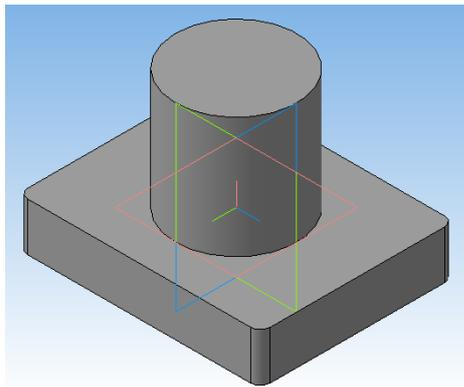

Рис. 4
9. Затем операцией **Выдавливание**  достраиваем окружность до цилиндра, задав **Обратное направление**  и расстояние – **50 мм.** (рис.4)